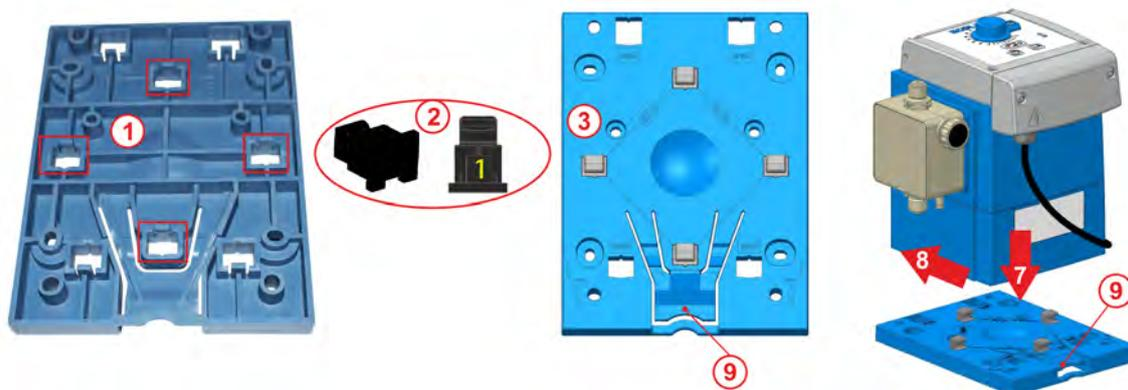

Fig. 8: Preparativos para el montaje de pie
Para el montaje de pie se emplean únicamente los elementos de sujeción con el número 1 (Fig. 8, pos. 2).
Presionando hacia abajo la pestaña de sujeción (Fig. 8, pos. 9) es posible soltar de nuevo la bomba de la placa de montaje.